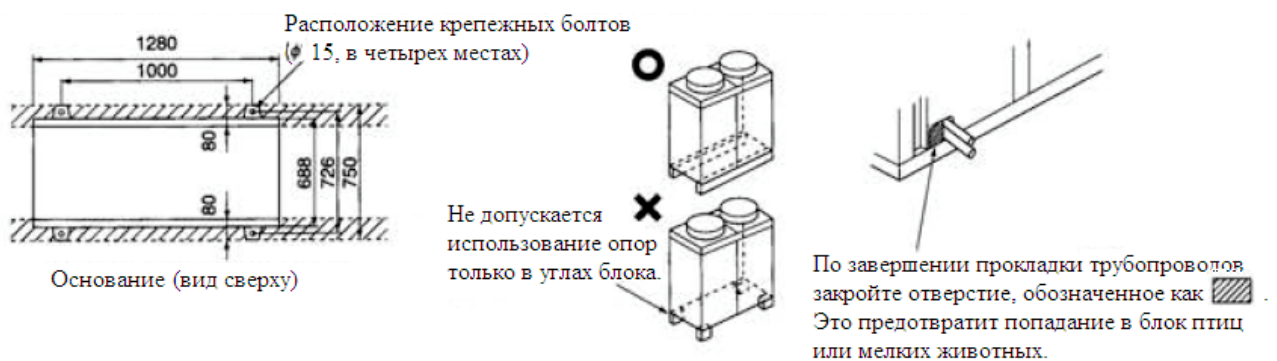

Рис. 1.
- Размеры площади основания, используемого для установки блока, показаны на Рис. 1.